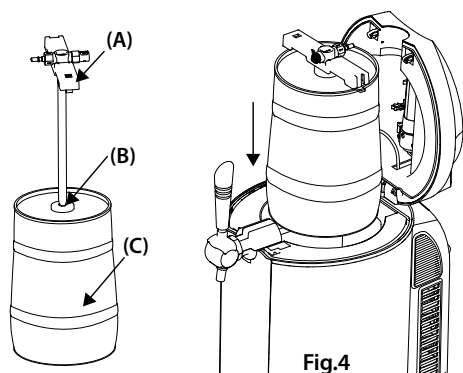

Fig.4
2. Dirija el extremo puntiagudo que se encuentra al final del perno de perforación (A) contra el tapón de sellado (B) en el centro de la parte superior del barril. Es posible que tenga que quitar el cierre o sustituir el tapón (consulte el apartado «Tapones del barril de cerveza»).
3. Introduzca el perno de perforación de forma rápida y en vertical en el barril de cerveza (C). Un ruido indica que ha encajado en el borde del barril.
4. Abra el dispensador de cerveza presionando el desbloqueo en la tapa e introduzca en la cámara de refrigeración el barril montado correctamente (fig. 4).